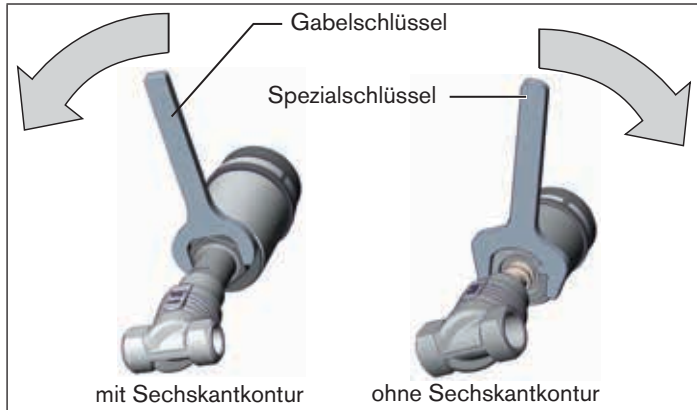

Bild 16: Drehen mit Gabelschlüssel / Spezialschlüssel
- ▶ Den Antrieb **nur im vorgegebenen Richtungssinn** drehen (siehe „Bild 16“)!